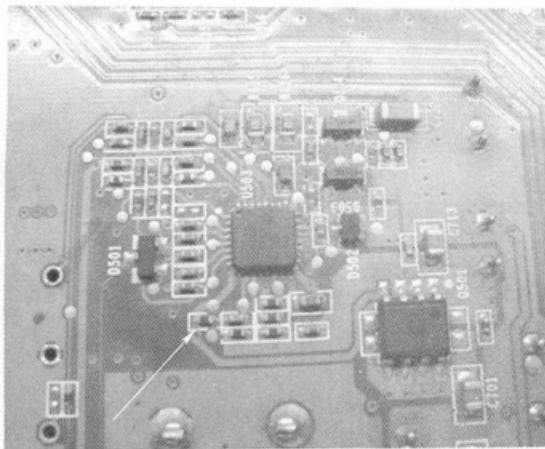

图 5-5 正常的显卡
(4) 找个好的显卡对比一看，掉件是个电阻，测量一下为  $2.7k\Omega$ ，找个相同阻值的电阻补上，如图 5-5 所示。